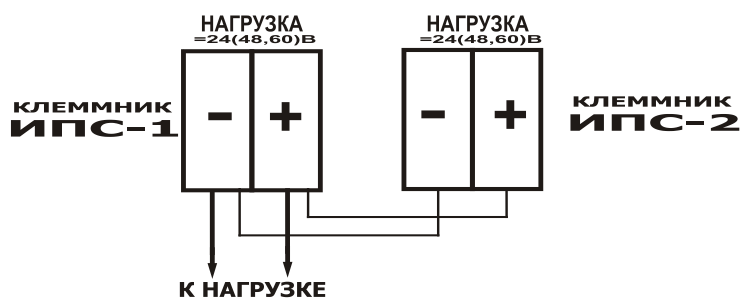

Рис.3
5.9. ИПС допускает включение на параллельную работу (см. рис.3). При этом будет обеспечиваться селективная дистанционная сигнализация ИПС, т.к. реле сигнализации исправности включено до выходного диода ИПС.